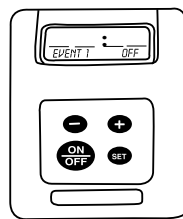

FIG. 4
3) Después de ajustar la hora de encendido, oprima una vez el botón SET (Ajuste). La pantalla mostrará ahora EVENT 1 OFF (Evento 1 apagado). (Véase la Fig. 4)